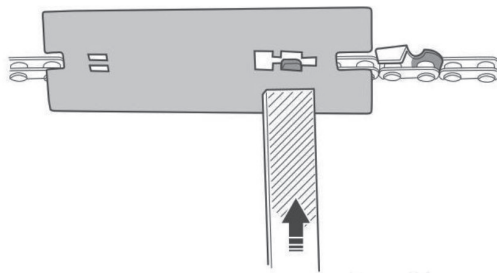

Рис. 24
1. Установите шаблон ограничителя глубины так, чтобы ограничитель подачи был в просвете шаблона, а пластина шаблона опиралась на режущий зуб (рис. 24).